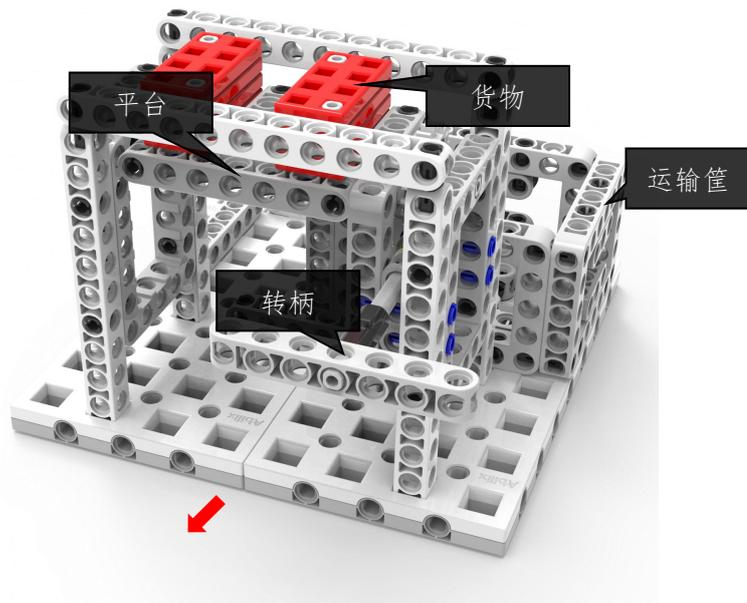

图 3 智能装载模型初始状态
3.1.1 智能装载模型的初始状态为转柄处于水平状态；货物装载在平台上，平台为水平状态；运输筐对齐模型边缘；红色箭头为模型正面朝向；如图 3 所示。